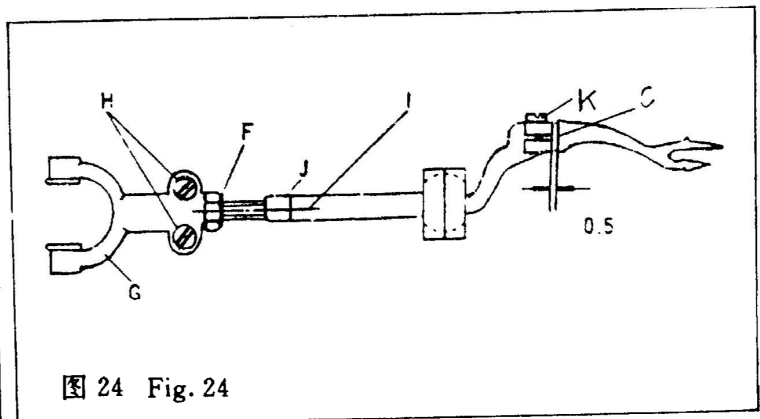

图 24 Fig. 24
②前后位置调整(图 24) 旋松钩线叉杆“I”后部调节螺母“F”和两只螺钉“H”，转动钩线叉杆一周，使钩线叉随之产生前后方向的位移来达到上述要求。
③经上述调整，前后位置尚未达到最佳状态，可旋松钩线叉紧固螺钉“K”，微量移动钩线叉的前后位置以达到最佳状态。微量调节时钩线叉杆前端面与钩线叉轴肩“C”之间间隙不大于 0.5 毫米。
(4) Positioning of location of thread hook
② The front and back position of thread hook (Fig. 24)